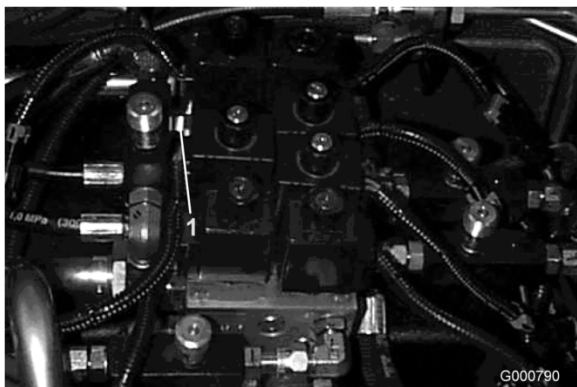
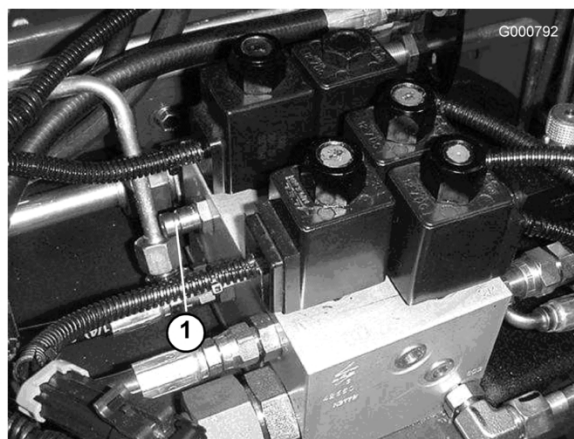

Figura 66
Figura 67
1. A porta de teste A (Figura 66 e Figura 67) é utilizada para ajudá-lo a detectar os problemas no circuito hidráulico dos cilindros de elevação.